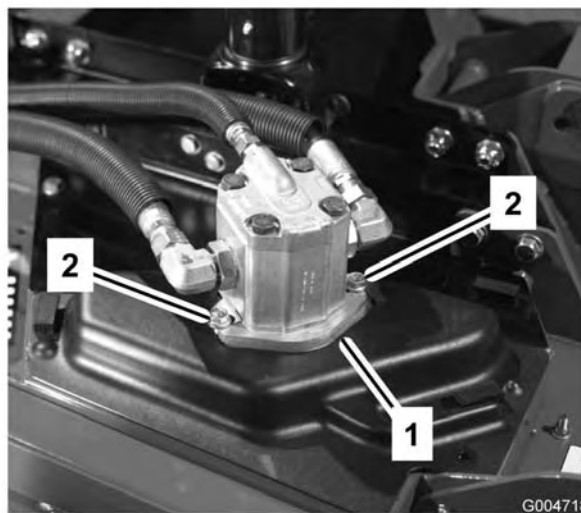

Figura 66
4. Togliete i bulloni che fissano il motore idraulico all'apparato di taglio (Figura 66). Togliete il motore e appoggiatelo sopra l'apparato di taglio.